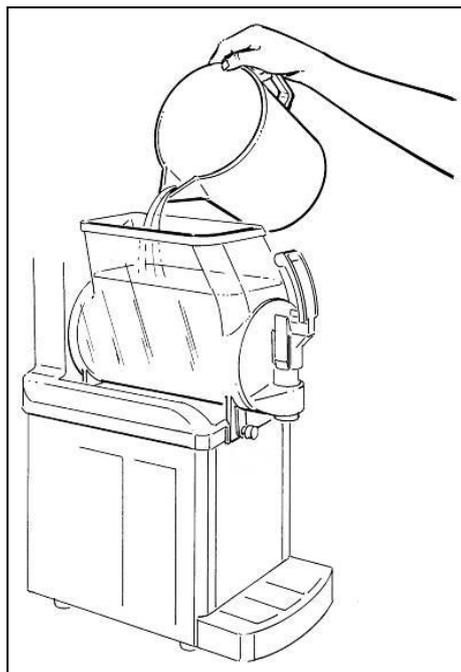

Fig. 24
- Versare il prodotto ottenuto nella vasca (vedi fig.24).